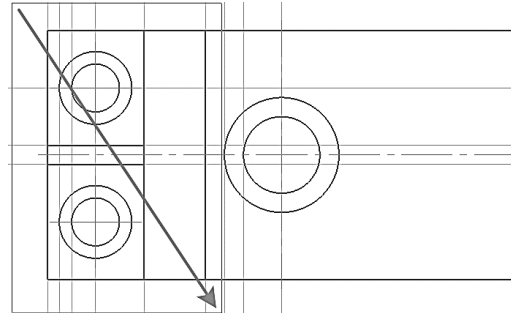

Рис. 137. Выделение объектов
14.3 Сформируйте еще одну рамку выделения так, чтобы она захватила все объекты в левой части детали (рис. 137).